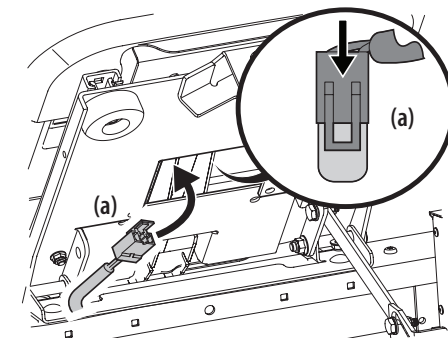

Figure 2-9
4. Insérez le faisceau de fils (a) sous le siège. Voir Figure 2-9.